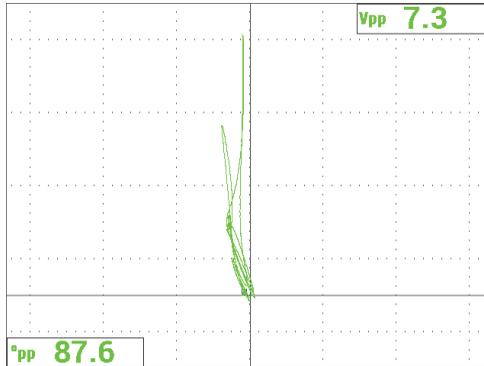

Figure 5-36 Signal après le balayage du bloc étalon en entier
- Le signal obtenu est illustré à la Figure 5-36 à la page 163.